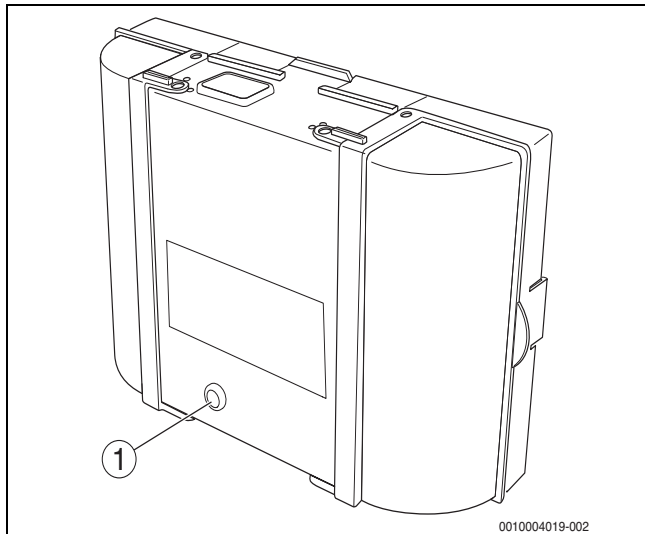

Bild 92 Störungen am Feuerungsautomaten zurücksetzen
- Taste „Entstören“ am Feuerungsautomaten drücken (→ Bild 92).